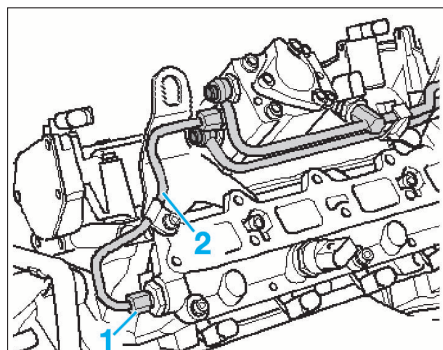

FIG. 41
- Déposer le tuyau haute pression (2) (Fig.41).